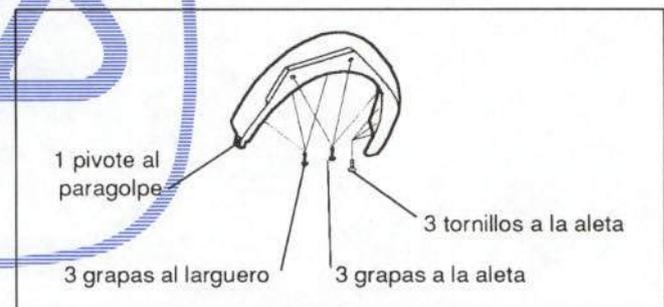

Figura 18.- Fijación del guardabarros
En la figura 18 se presenta su fijación.
- Guardabarros (figura 18)